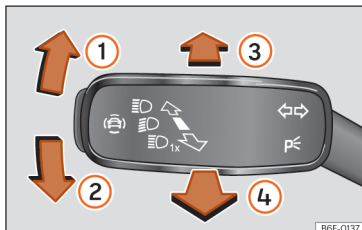

Fig. 94 Manípulo dos indicadores de mudança de direção e dos máximos.
• A partir da posição base, pressione para a frente o manípulo dos indicadores de mudança de direção e de máximos » » Fig. 94 ③.
• **OU:** se o assistente de máximos estiver ligado, puxe para trás o manípulo dos indicadores de mudança de direção e de máximos » » Fig. 94 ④.